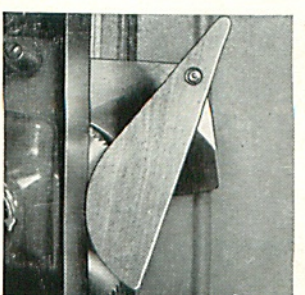

Bild 22
f) **Coin fendeur et protège-doigts (fig. 22)**
#### f) Spaltkeil und Fingerschutz (Bild 22)